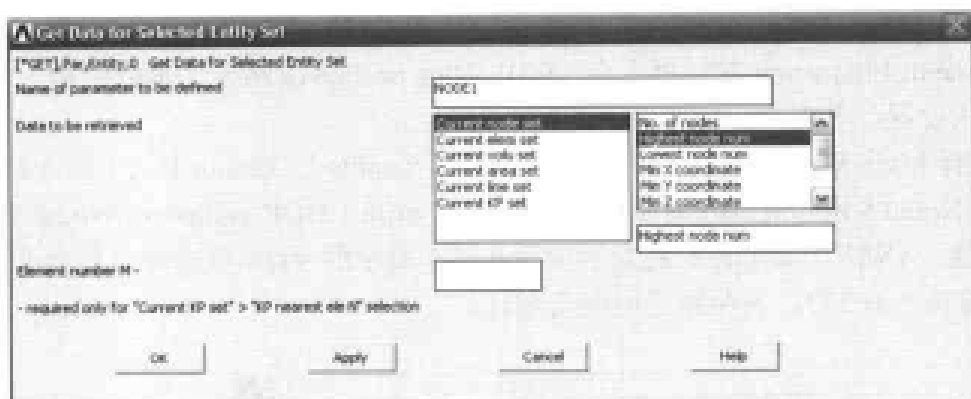

图 12-46 获取实体信息对话框
(5) 选择 Main Menu | General Postproc | Read Results | Last Set 命令。
(6) 选择 Utility Menu | Style | Graphs | Modify Axes 命令, 出现 Axes Modifications for Graph Plots 对话框, 在 [/AXLAB] X-axis label 文本框中输入 TIME, (sec), 在 [/AXLAB] Y-axis label 文本框中输入 TEMP, 在 [/GTHK] Thickness of axes 下拉列表框中选择 Triple 选项, 单击 OK 按钮关闭该对话框。
(7) 选择 Utility Menu | Style | Graphs | Modify Curves 命令, 出现 Curve Modifications for Graph Plots 对话框, 在 [/GTHK] Thickness of curves 下拉列表框中选 Triple 选项, 单击 OK 按钮关闭该对话框。
(8) 选择 Utility Menu | Select | Entities 命令, 出现 Select Entities 对话框。在第 1 个下拉列表框中选择 Nodes 选项, 在第 2 个下拉列表框中选择 By Location 选项, 在第 3 个选项组中选 X coordinates 单选按钮, 在 Min,Max 文本框中输入 0, 在第 5 个选项组中选 From Full 单选按钮。
(9) 单击 Apply 按钮, 在第 3 个选项组中选 Y coordinates 单选按钮, 在 Min,Max 文本框中输入 0.05, 在第 5 个选项组中选 Reselect 单选按钮, 单击 OK 按钮关闭该对话框。
(10) 选择 Utility Menu | Get Scalar Data 命令, 出现 Get Scalar Data 对话框。在 Type of data to be retrieved 的两个列表框中分别选择 Model data、For selected set 选项, 单击 OK 按钮, 出现 Get Data for Selected Entity Set 对话框, 在 Name of parameter to be defined 文本框中输入 NODE1, 在 Data to be retrieved 的两个列表框中分别选择 Current node set、Highest node num 选项, 如图 12-46 所示, 单击 OK 按钮关闭该对话框。